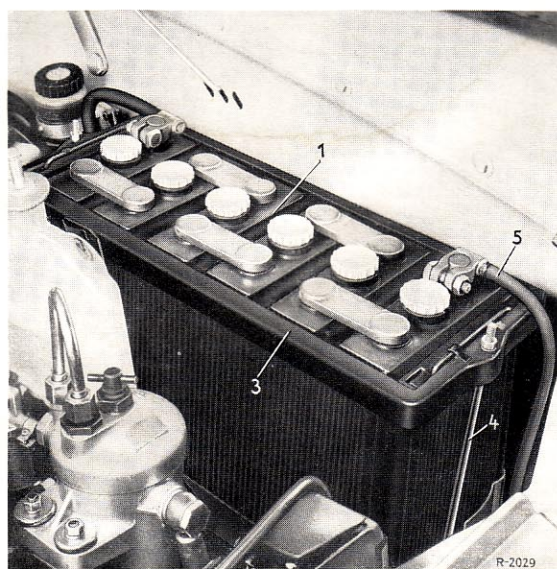

Bild 54-1/6
3. Auflageblech (2) in die Batterieauflage einlegen und Batterie einsetzen.
4. Befestigungsrahmen (3) auf die Batterie (1) aufsetzen. Vordere Spannschraube gegen die Spannschraube (4) ersetzen und Batterie befestigen (Bild 54-1/6).
5. Anlasserleitung am Pluspol und Masseleitung (5) am Minuspol der Batterie anklammern.